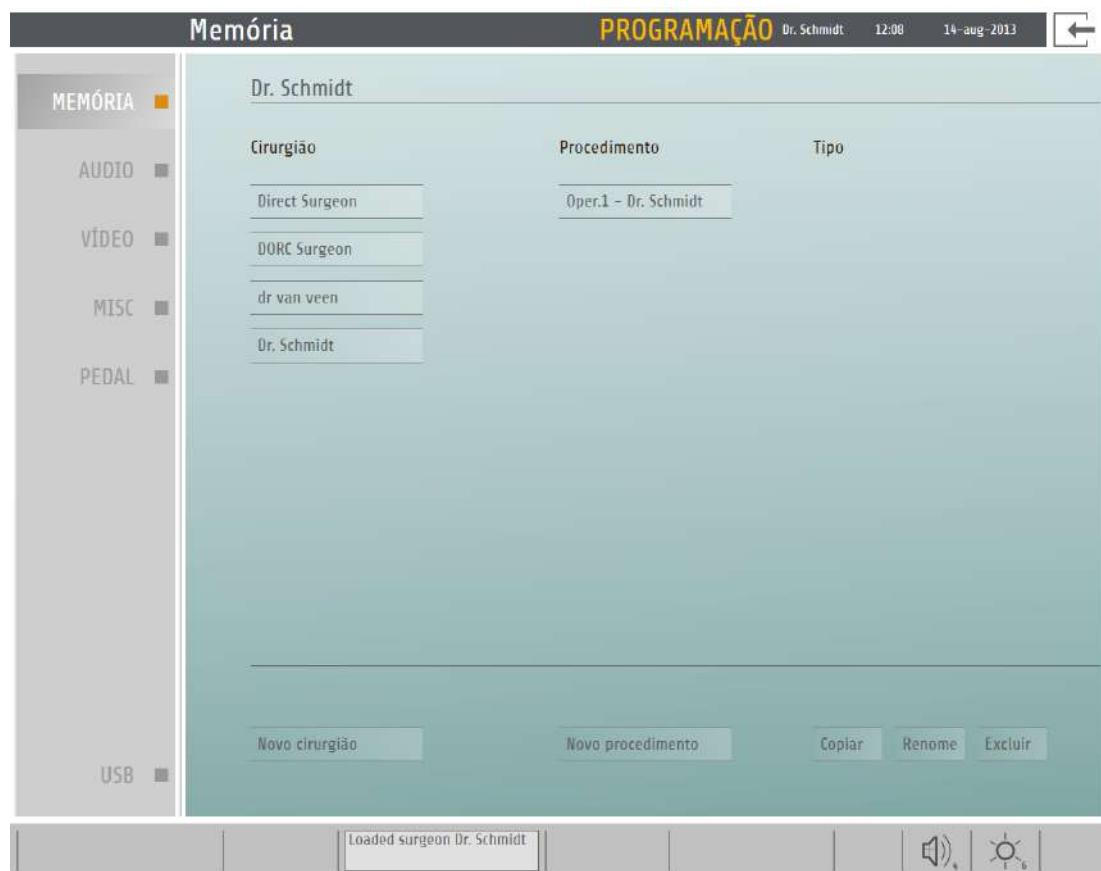

Fig. 152: Programação: seleção
2. Confirme o pop-up com **SIM**. É exibida a tela da fig. 152.